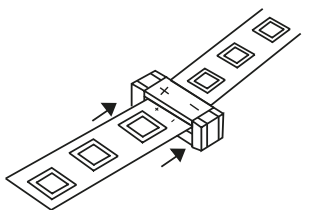

FIG 9.
9. Schuif de kop van de connector dicht, totdat deze dichtklikt. (zie fig 9).